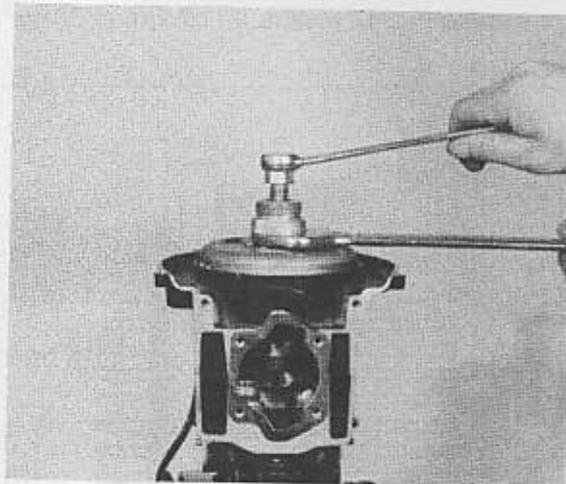

Fig. 23
- using the tool, Part No. 732.746, pull the flywheel off the crankshaft cone (Fig. 23);
- Usare l'attrezzo Part. No. 732746 e togliere il volano (Fig. 23)